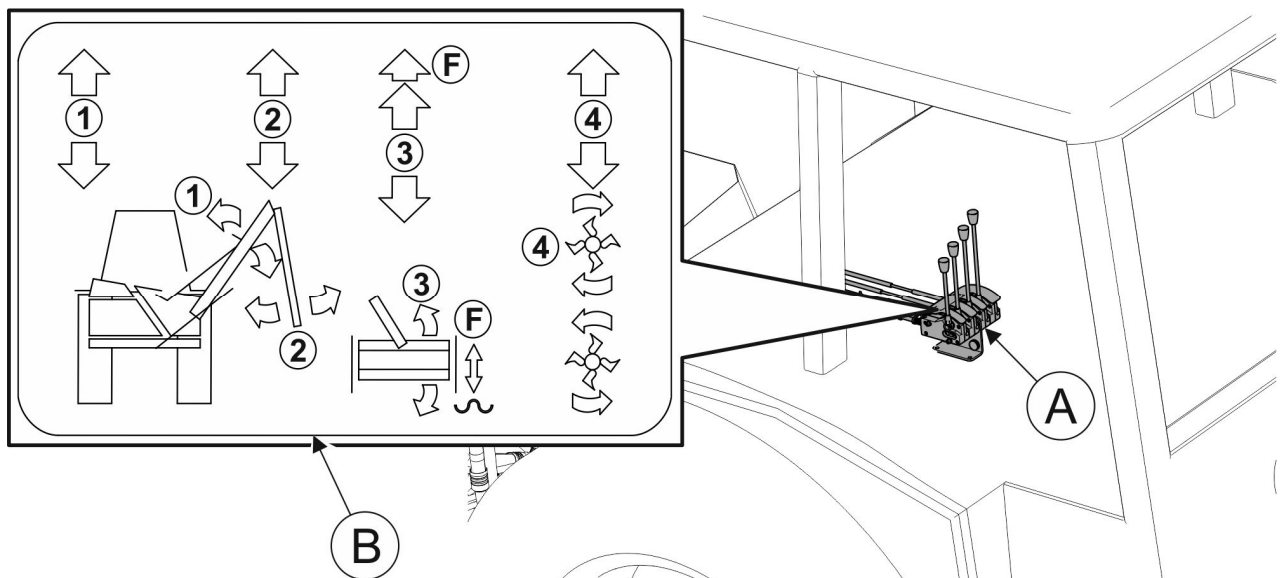

РИСУНОК 4.3 Система керування стрілою WWT420 / WWT480 всередині кабіни носія інструменту (трактора) з піктограмою.
- Система керування (A) (РИСУНОК 4.3) багатофункціональної стріли WWT420 / WWT480 повинна бути встановлена всередині кабіни носія інструменту (трактора) у місці, що дозволяє вільно маневрувати важелями керування з сидіння оператора носія інструменту (трактора). Система керування повинна
Управління важелями багатофункціональної стріли та робочою голівкою здійснюється за допомогою системи керування, розташованої всередині носія інструменту (трактора) (РИСУНОК 4.3).
На системі керування є піктограма зі схемою управління важелями (РИСУНОК 4.3).